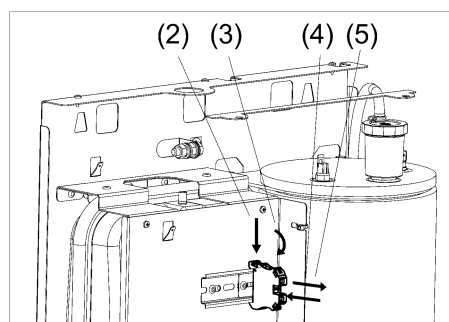

Рисунок 18. Замена клеммных колодок
- (1) Отсоедините все провода от колодки, которую требуется заменить (см. рис. 18);
- (2) Нажмите плоской отвёрткой на “язычок” колодки;
- (3) Чуть поверните колодку в сторону;
- (4) Снимите колодку с DIN-рейки;
- (5) Поставьте новую колодку на DIN-рейку взамен прежней;
- (6) Подсоедините к новой колодке отсоединённые провода.